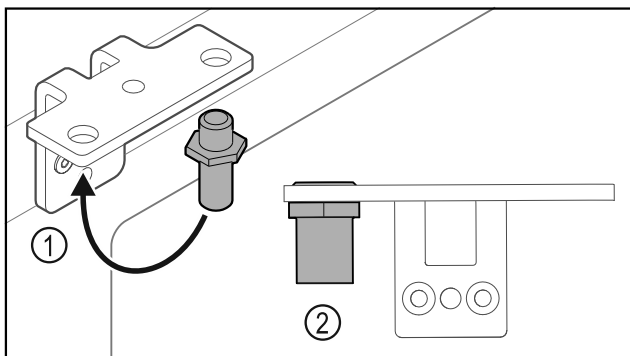

Fig. 34
- Premjestite svornjake Fig. 34 (1) u kutnim šarkama.
- Pritegnite svornjake Fig. 34 (2) **okretnim momentom od 12 Nm.**